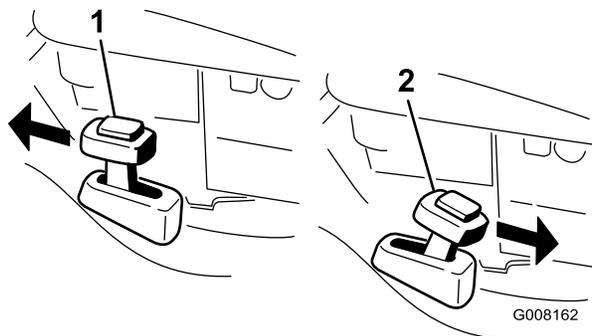

Figure 19
2. Appuyez sur le bouton en haut du levier de recyclage/ramassage et placez le levier à la position **mode recyclage** (Figure 19).
bouton en haut du levier de recyclage/ramassage et placez le levier à la position **mode ramassage** (Figure 19).
Remarque: Le levier de recyclage/ramassage doit être à la position **mode ramassage** (Figure 19).